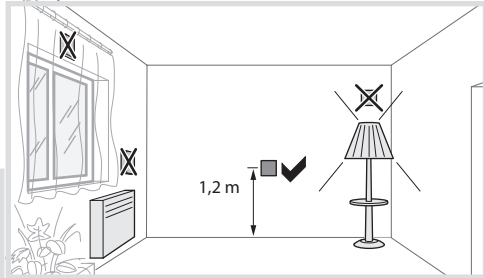

Figura 7: Lugar de montaje de detectores de movimiento
- Evitar fuentes de interferencias en la zona de detección (figura 4). Las fuentes de interferencias, por ejemplo, calentadores, instalaciones de refrigeración y climatización y bombillas refrigerantes, pueden provocar conexiones indeseadas (figura 7).